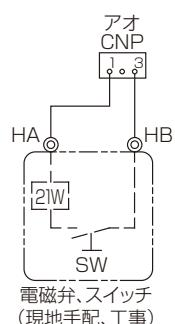

図 13
5) 年間冷房設定 (SW 1-8 : ON) にて再熱用途で使用する場合、図 13 に示すようにスイッチ (現地手配) を設けて、機能設定 No.58 を “3” へ、機能設定 No.71 を “2” へ設定してください。(端子 HA、HB は受注組込み時のみ存在します)